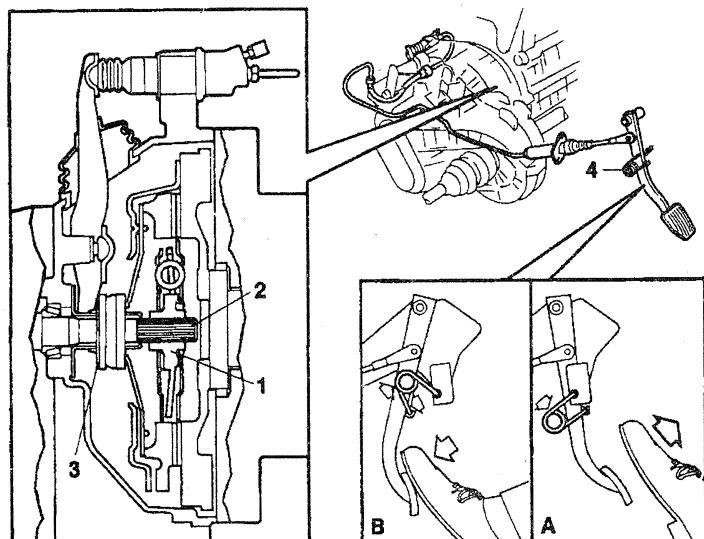

Рис.3.5 (1 – центр диска фрикционной муфты; 2 – входящая ось; 3 – подшипник выключения сцепления; 4 – вспомогательная пружина).
35. Пометить и отвинтить постепенно и перекрестно нажимной диск от маховика. Удалить его и диск фрикционной муфты (см. также рис.3.5).